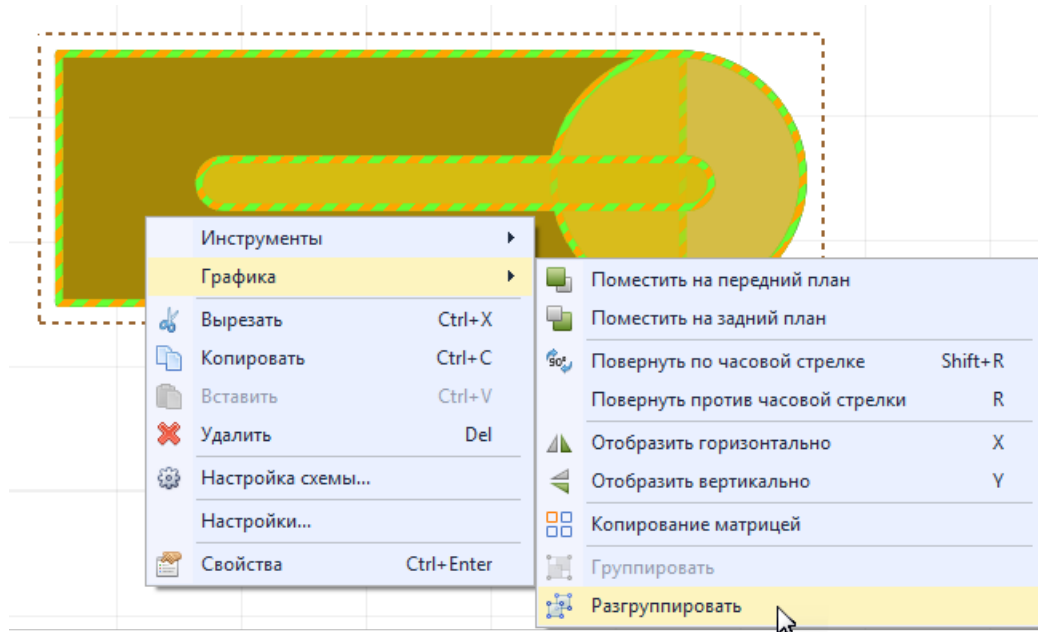

Рис. 441 Редактирование объекта, входящего в группу
2. Вызовите контекстное меню и выберите пункт «Разгруппировать» в разделе «Графика» или нажмите  на панели инструментов «Графика», см. Рис. 441.